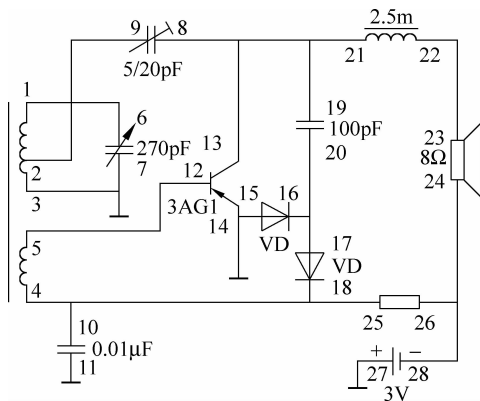
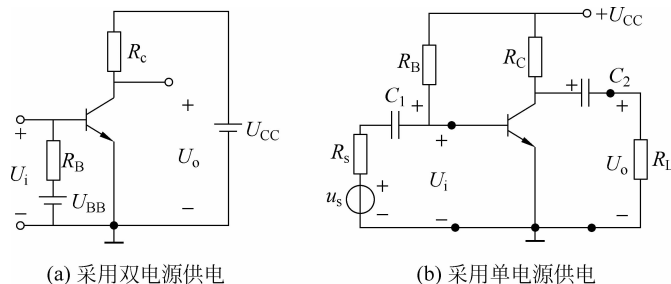

图 3-6 晶体管单管收音机电路图
图 3-7 共射放大电路的两种不同画法
初学电子电路的读者,由于对电路图不熟悉,对无线电元器件不熟悉,在读电路图时经常发生一些差错。下面结合图 3-6 所示的晶体管单管收音机的电路图,来讲述识图过程中需要注意的问题。
(1) 分清器件极性。为了将元器件正确安装在电路板上,应该学会根据电路图将元器件对号入座。例如,二极管的符号,如图 3-6 中,连接在 15 点与 16 点之间的 VD 为二极管。三角形一边的引线代表正极,竖线一边的引线代表负极,所以连接二极管时,应当按线路正确连接二极管正负极。例如,图 3-6 中 15 点或 17 点的位置,如果错把连接二极管的正极一边接到 16 点或 18 点,这样这个线路图就接错了。二极管如果连接错误,轻则原理错误,重则二极管烧毁或击穿。另外,像三极管的 E、B 和 C 三个电极,电解电容的正负极,输出、输入变压器的一次、二次引线等,也经常会发生接错的现象。因此,要学会正确区分管子的正、负极。
(2) 分清连接点。正确地读图,避免把不该连接的地方连在一起。如图 3-6 中 2 点和 9 点连,1 点和 6 点连,但 2 点和 9 点的连线与 1 点和 6 点之间是不应该连接的(即导线金属部分不能连接在一起)。正确的读图方法是图中在有交叉线的地方,如果在交叉的部分加上黑点,说明交叉的导线是连接在一点上的。
(3) 排好焊接顺序。在实物焊接时,由于实物及连接线混在一起,不像电路图那样清晰,容易造成混乱,因此,应该注意区别焊完和未焊接头,严格按照电路一步一步往下进行。用过一个元件的一根引线后,本来应该用这个元件的另外一根引线去接别的元件,但由于不仔
(1) 要理解“接地”符号的意思,记住接地符号和接地符号之间就等于导线接在一起,是一个真公共节点,并不是真正的“接地”。如图 3-6 中,三极管发射极 14 点是接地的,0.01 μ F 电容 11 点也是接地的,如把 0.01 μ F 的电容的另一端 11 点接到三极管的发射极上或者把发射极 14 点接到电容的 11 点都是一样的。
(2) 正确理解节点之间的连接关系,假设有 A、B、C 三点,规定 A 点需和 B 点接,但如果 BC 两点已有线连接在前,那么把 A 点和 C 点连接起来也就等于把 A 点和 B 点连接起来。这一点在看电路图时是很重要的。例如,图 3-6 中 24、26、28 三点是连在一起的,如果 24 点已和 28 点连好,那么 26 点接一个 24 点(或接一个 28 点)这样三个点就等于连在一起了。
(3) 为了避免电路漏接或错接,在按照电路图安装电路时,安装完一条线用红笔在电路图相应的这条线上描一下。如图 3-6 中,焊完 1 点和 6 点这条连线,就用红笔在电路图节点 1 和 6 中间的黑线上描一下,这样图就描完了,电路也就焊好了。这对初学者显得格外重要。
(4) 为了能更好地了解电路的各种功能,应该掌握电子电路中的基本单元电路,要熟悉它们的原理和特点。例如,对各种放大、滤波、振荡和检波等基本电路都熟悉,这样要读收音机、音响等电路图就比较容易了。
(5) 为了熟练地识图、读图,平时应多参考电路图,多看有关书刊上的电路图,了解电路图的规范和不同画法。如图 3-7 中(a)和(b)的画法不一样,但电路的原理是一样的,所以读者应当能很熟练地看出这个问题。总之,学会读电路图并不难,只要了解电路的基本构成原理、制图规范,就不难做到熟练读图、识图。